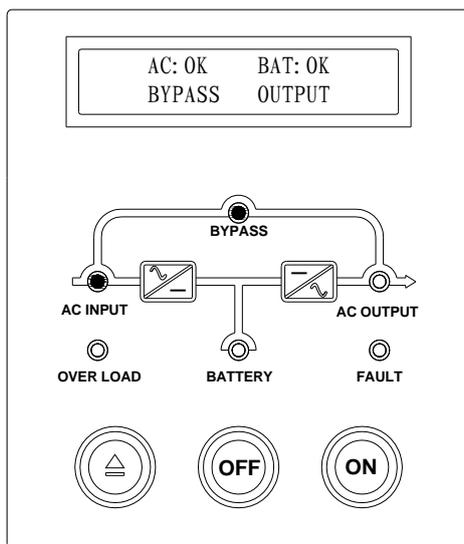
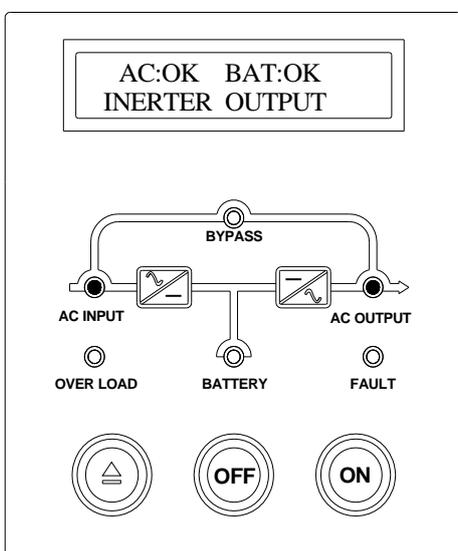
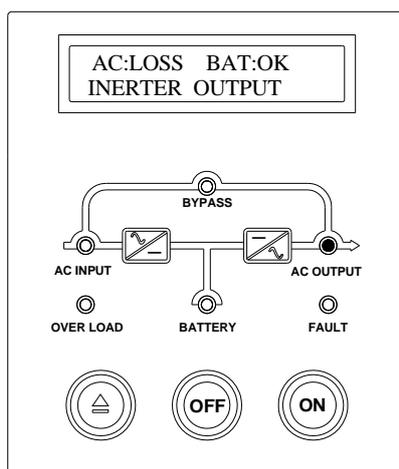

图 6-1 1KVA~3KVA 交流主供逆变电源正常工作状态 (LCD 面板)
图 6-2 1KVA~3KVA 直流主供逆变电源正常工作状态 (LCD 面板)
图 6-3 1KVA~3KVA 直流主供逆变电源正常工作状态 (LCD 面板)
3) 闭合输入开关和直流输入开关，带 LCD 显示面板的逆变电源将自动启动，带指针式表头面板的逆变电源需要按压启动开关到“启动”位置，人工启动逆变器。逆变器进入正常工作模式，检查显示如图 6-1、图 6-2 和图 6-3 所示，指示灯“●”表示点亮，“○”表示熄灭。用万用表电压档测量输出端电压是否正常；